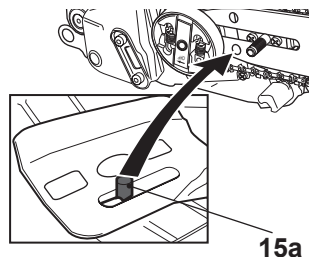

Fig. 8
- > Remettez le couvercle en place [16]. Si nécessaire, ajustez la goupille de tension [15a] en faisant rentrer ou sortir la vis de tension [15] à l'aide de l'outil multi-fonction [30] jusqu'à trouver la position permettant d'insérer la goupille dans le trou inférieur du guide-chaîne [7] (Fig. 8).